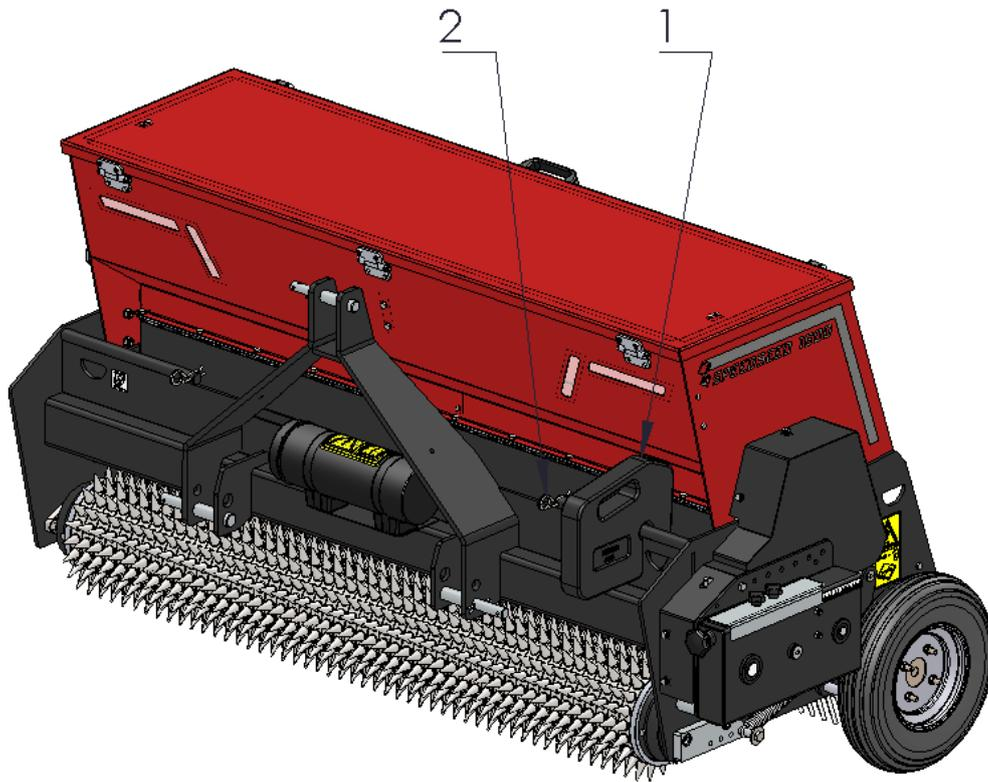

Figura 7
El Speedseed tiene una barra frontal estándar a la que se pueden colocar los pesos (1). (véase la **Figura 7**)